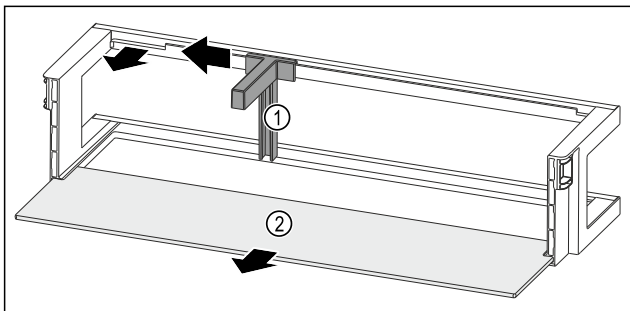

Fig. 241 Türabsteller mit Flaschenhalter und Abstellfläche
- ▶ Flaschenhalter Fig. 241 (1) bis zur Aussparung zur Seite schieben.
- ▶ Flaschenhalter Fig. 241 (1) entnehmen.
- ▶ Abstellfläche Fig. 241 (2) entnehmen.